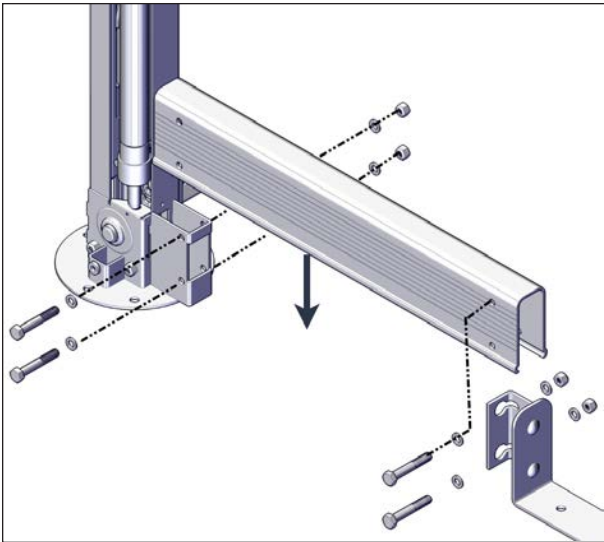

FIGURE 23: INSTALLATION DES PROFILÉS EN U COURTS
15. Attacher les profilés en U courts aux colonnes côté sans moteur et à l'assemblage des interfaces/liens d'entrée du spa. Pour chaque extrémité, fixer avec 4 vis à tête hexagonale 5/16 po x 2 po, 4 écrous avec insertion en nylon 5/16 po et 8 rondelles plates. Utiliser une clé à rochet et une douille de 13 mm (1/2 po), voir Figure 23.